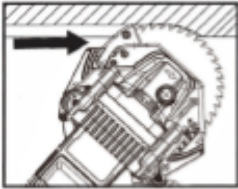
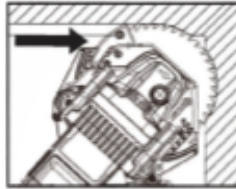

Abbildung 9
Abbildung 10
- Beim Unterschneiden von Holz schneiden Sie in Richtung der Ecke in einem 45°-Winkel nach links (siehe Abbildung 9), bis der Tiefenmesser die rechte Wand berührt (siehe Abbildung 10). Andernfalls schneiden Sie im 45°-Winkel mit Staubkontrolle.